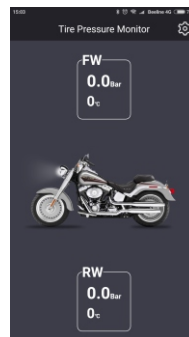

Рисунок 1
1) Включите Bluetooth на Вашем устройстве и запустите приложение. Вы увидите интерфейс приложения (рис.1).